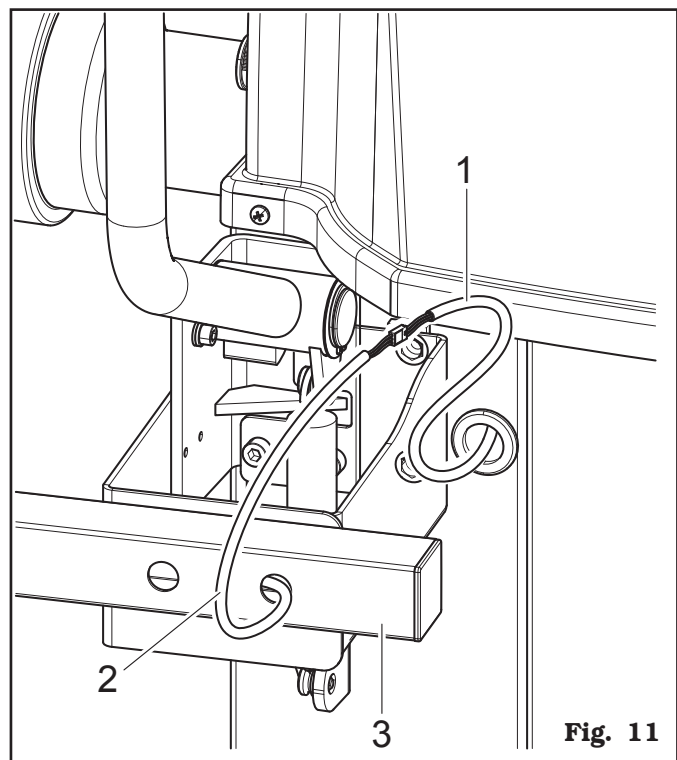

Fig. 11
4. Brancher le connecteur (**Fig. 11 réf. 1**) du câble provenant de l'intérieur de la machine sur le connecteur (**Fig. 11 réf. 2**) du câble qui sort du bras de la tige. Introduire la portion de câblage avec les connecteurs à l'intérieur du bras (**Fig. 11 réf. 3**).